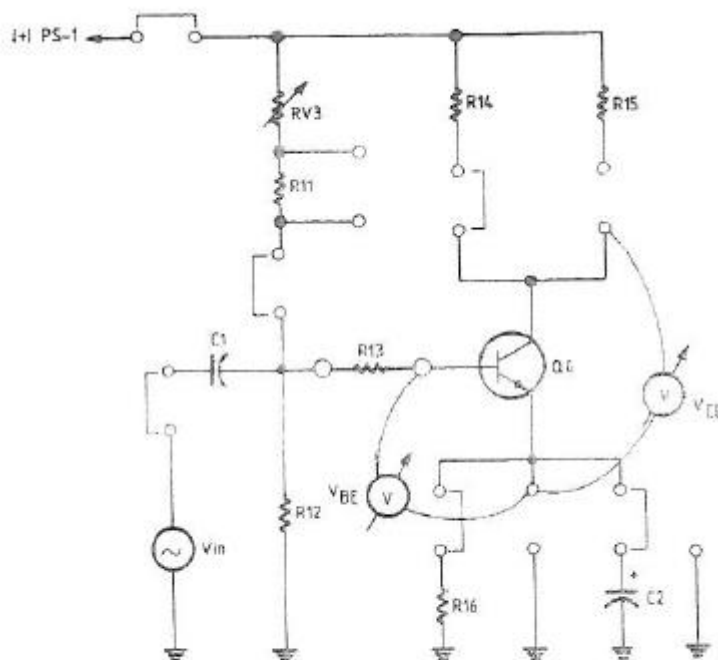

Fig. 1: Amplificador Transistorizado
3. Localize o circuito da Fig. 1 que contém o transistor Q4. Este circuito situaa-se na parte inferior esquerda da placa.
4. Monte o circuito da Fig. 1. Ajuste PS-1 para 10 Volts.